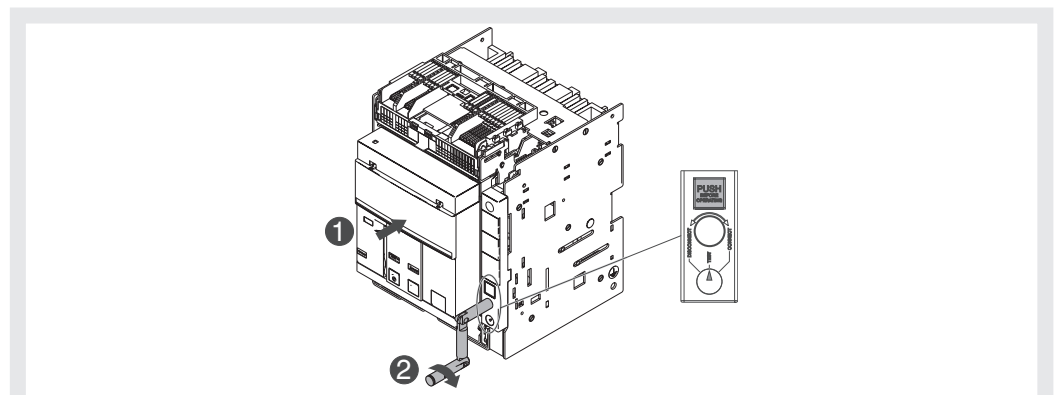

Figure 35
6. Maintenir enforcé le disjoncteur. Tourner la manivelle dans le sens horaire jusqu'à ce que le bouton sorte et l'indicateur signale que le disjoncteur est en position **TEST**. Voir Figure 35.